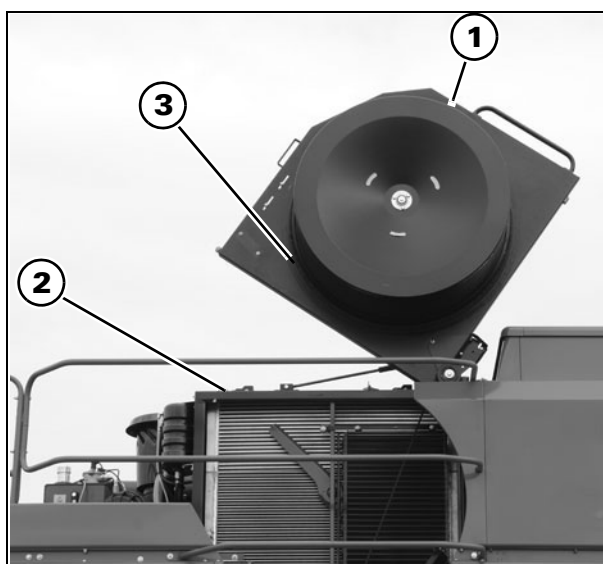
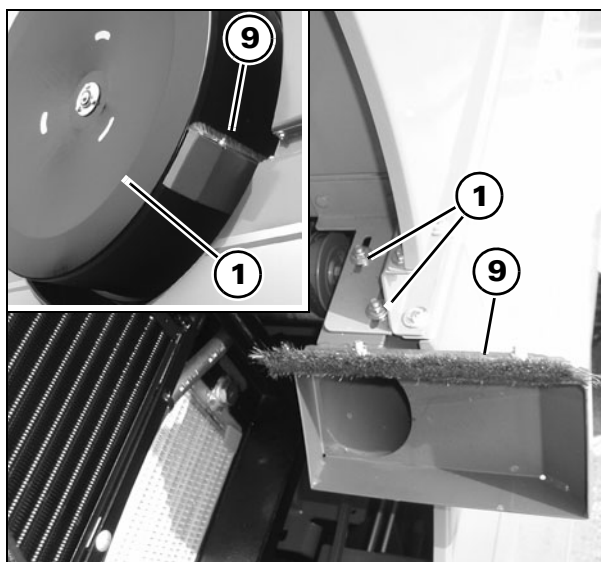

Рис. 31
Рис. 35
24.) РАДИАТОРЫ - Рис. 31 – Рис. 35